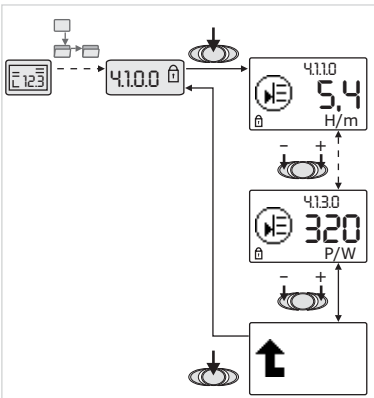

Fig. 35: Solicitud de información
- Pulsando una tecla de ajuste se accede a elementos de menú del tipo "Información" del submenú actual (véase Fig. 35). Para obtener una explicación de los ajustes representados por símbolos, véase la tabla del capítulo 8.7 "Referencia de elementos de menú" en la página 151.